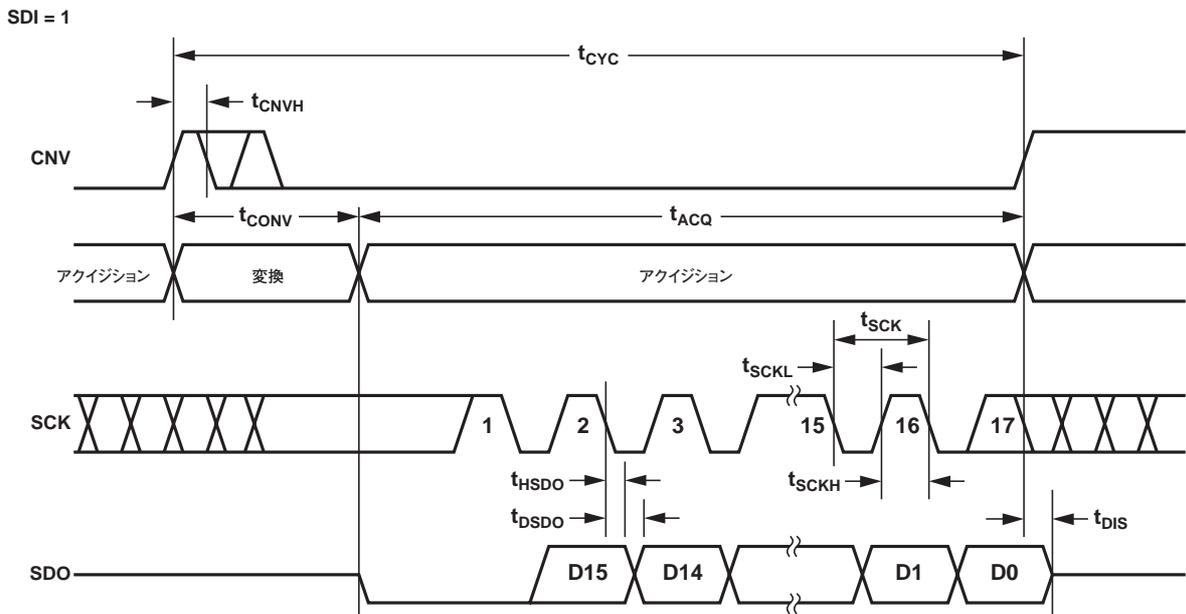
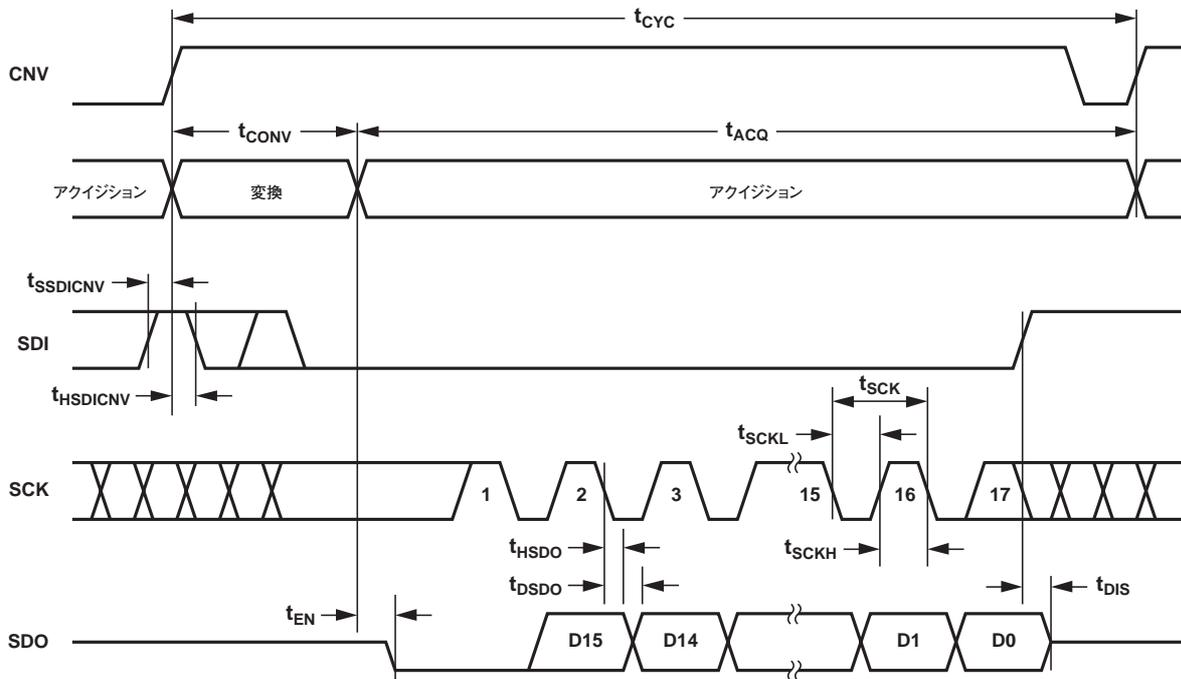

図37. \overline{CS} モード3線式、BUSY表示ありのシリアル・インターフェース・タイミング (SDIハイレベル)
図41. \overline{CS} モード4線式BUSY表示ありのシリアル・インターフェース・タイミング
- \overline{CS} モードでは、ADCの変換終了時にCNVまたはSDIがローレベルになったとき(図37と図41)。